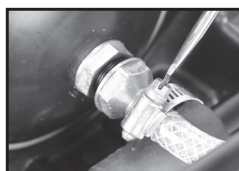

Figure 2
- 2) Retirez la pince de boyau et le tuyau (fig. 2).